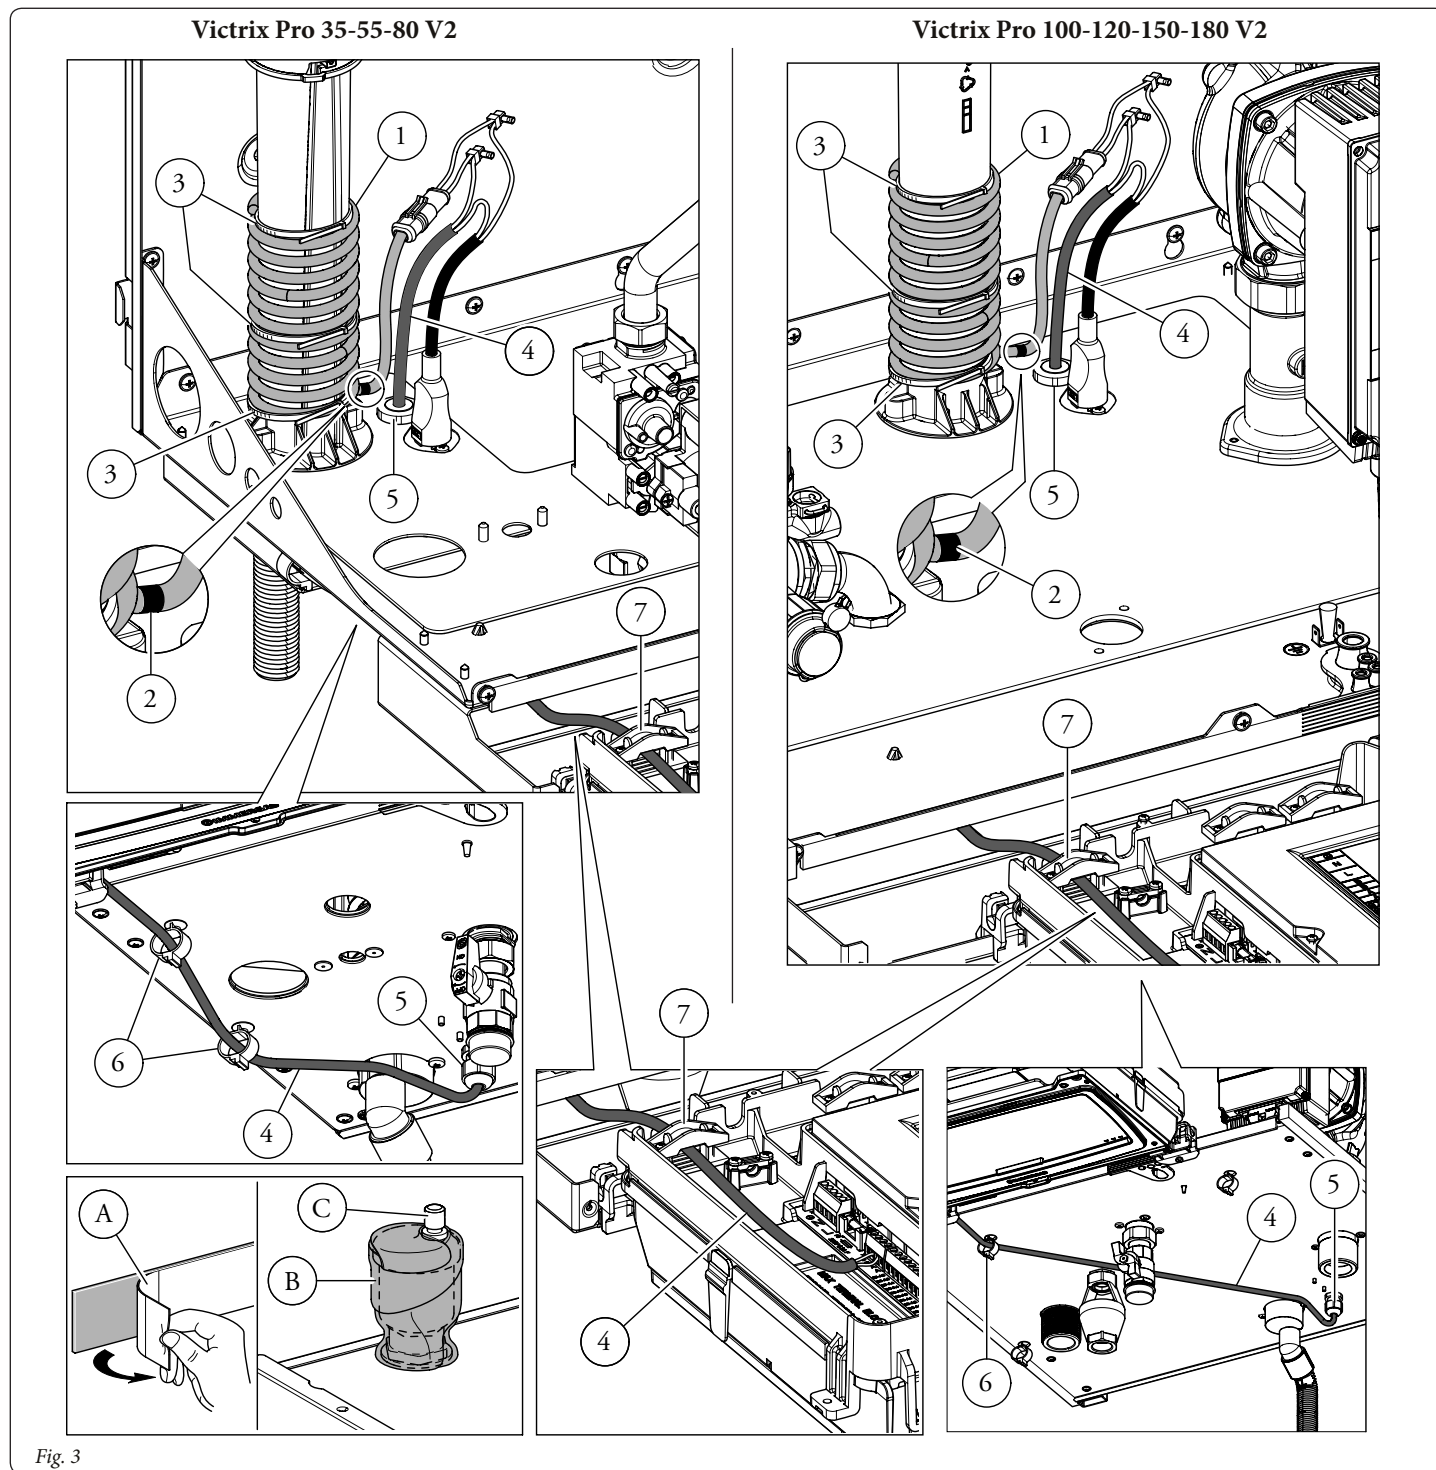

Fig. 3
- rimuovere la pellicola di protezione adesivo dal nastro isolante coibentato fornito in dotazione (Fig. 3 A);
- avvolgere dal basso verso l'alto il corpo della valvola di sfogo aria come indicato in (Fig. 3 B), facendo attenzione a lasciare libero il foro di fuoriuscita aria (Fig. 3 C).
- remove the adhesive protective film from the insulated insulating tape supplied (Fig. 3 A);
- wrap the body of the air vent valve from bottom to top as shown in (Fig. 3 B), taking care to leave the air outlet hole free (Fig. 3 C).